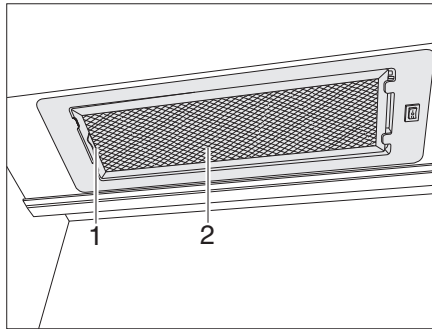

Bild 146 Dunstabzug
- Den Hebel (Bild 146,1) nach innen drücken.
- Den Filter (Bild 146,2) nach unten entfernen.